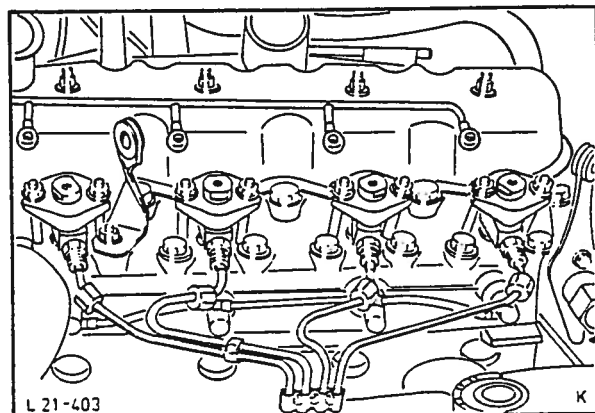

Fig. 107 Skru av innsprøytningsrørerne.
7. Skru av oljespillrørerne og innsprøytningsrørerne, fig. 107.